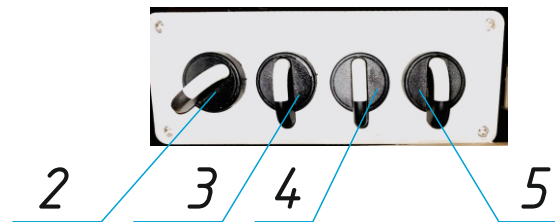

Рисунок 6. Панель управления в кабине водителя
- включить электросистему кузова поворотом тумблеров (Рисунок 6);
6.1.3. При необходимости выключить проблесковый маячок и включить подсветку кузова на панели управления, расположенной в кабине водителя (тумблеры 4 и 3 рис.6).
6.1.4. Включить пульта электроуправления на кузове с панели управления в кабине водителя (кнопка 2 рис.6).